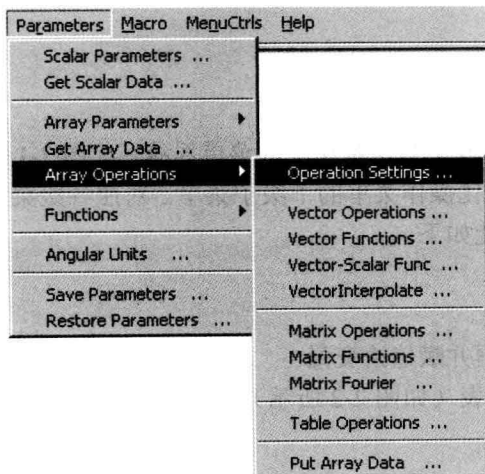

图 2-3 数组（矢量/矩阵）运算菜单
- Array Operations: 数组运算 (如图 2-3 所示)。